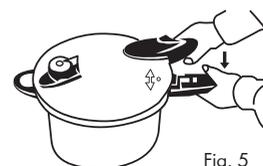

Fig. 5
2. Premere leggermente sul coperchio e ruotarlo in senso orario fino a quando le due maniglie sono in piano (Fig. 5).